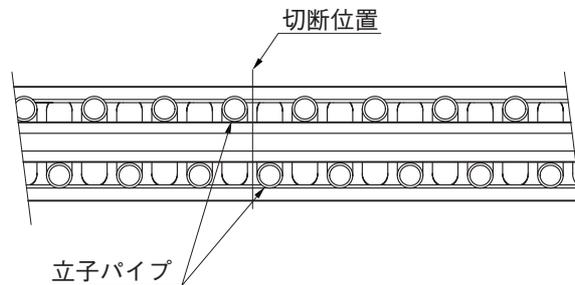

図1-2 横断面図
- 切断位置は立子パイプと立子パイプの谷間を切断すると、立子パイプと側枠の隙間がなく、きれいに仕上がります。(図1-2参照)